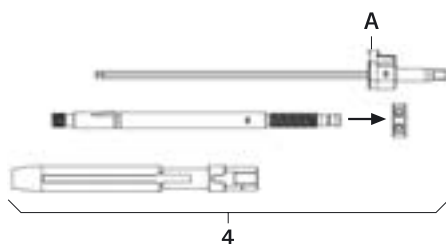

Fig. 1
- Smontare la leva di riduzione **4**, vedere Fig. 1: premere forte il pulsante **A** e rimuovere il cacciavite FW234R.